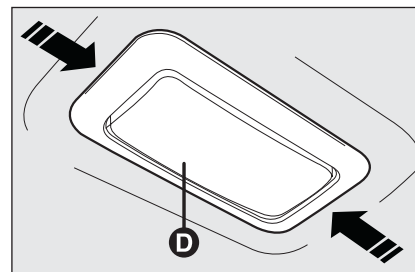
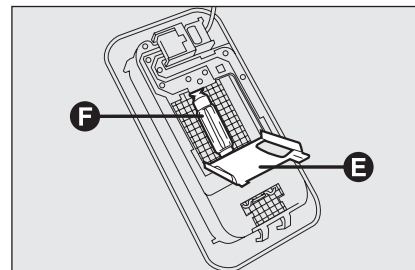

fig. 32
fig. 33
- agir sur les points indiqués par les flèches et enlever le plafonnier **D-fig. 32**;
- ouvrir le volet de protection **E-fig. 33**;
- remplacer l'ampoule **F-fig. 33** en la dégageant des contacts latéraux et en s'assurant que la nouvelle ampoule soit correctement bloquée entre les contacts mêmes;
- refermer le volet de protection **E-fig. 33** et fixer le plafonnier **D-fig. 32** dans son logement en s'assurant de son blocage.